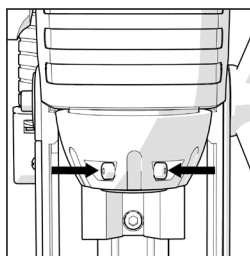

Fig. 7
- Compruebe que los tornillos sin cabeza de fijación del cortador ubicados en el eje no sobresalen por el orificio del eje. **(Fig. 7)**